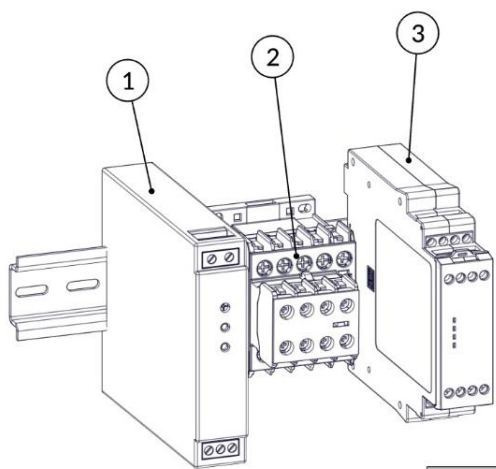
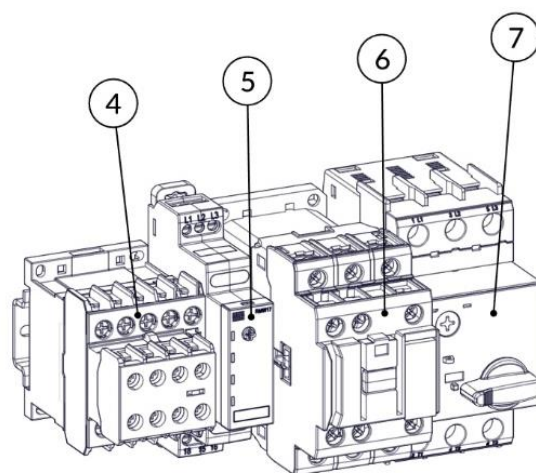
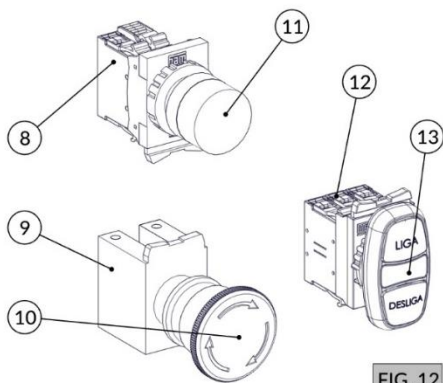

FIG. 10
FIG. 11
FIG. 12
c) Inspeccione todo o conjunto de comando (contatores (FIG. 10 e FIG. 11), relé de segurança (FIG. 10), fonte 24 V (FIG. 10), chaves de acionamentos (FIG. 12) e chicote elétrico) e verifique se há contaminação desses componentes por agentes externos agressivos ao sistema, como sabão, água, insetos, etc. Verifique também a integridade dos cabos elétricos e seus terminais. Caso haja contaminação, deve-se proceder com a troca do componente danificado.